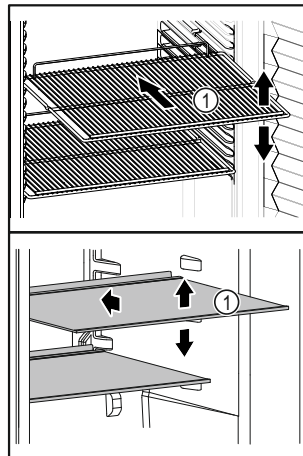

Fig. 66 Beispielhafte Darstellung
- ❑ Wenn Ablageflächen Fig. 66 (1) versetzbar sind, Ablageflächen je nach Höhe anpassen.